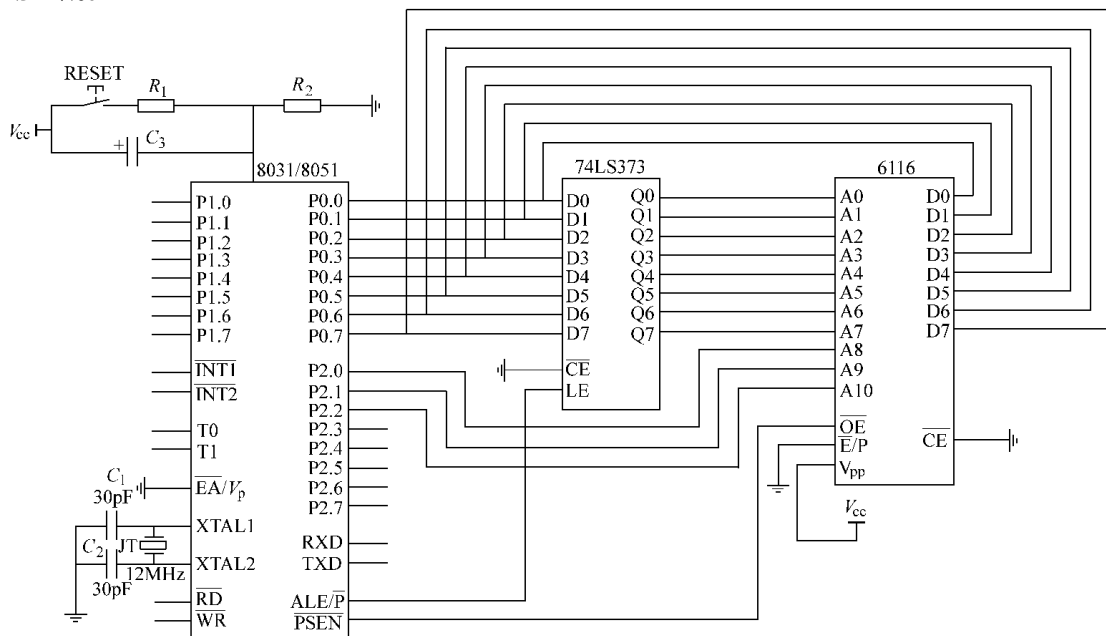
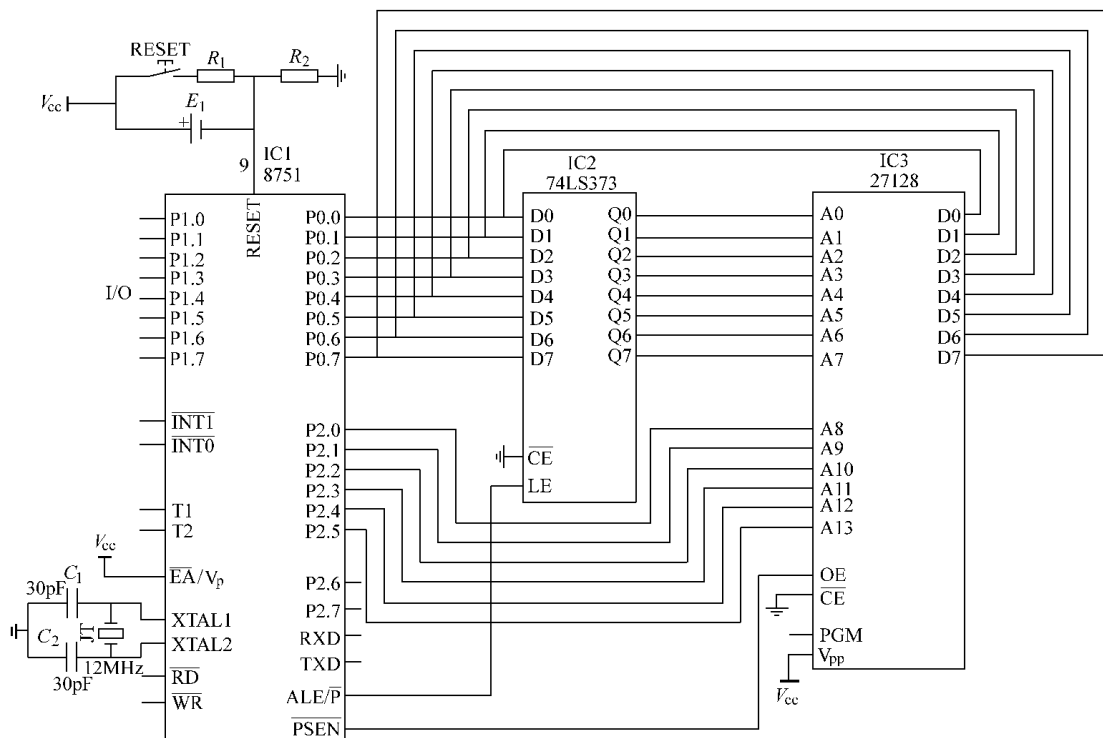

图 4-2 8031/8051 最小应用系统
图 4-4 应用一片 27128EPROM 的扩展电路
(1) 8031/8051 的最小应用系统。8051 内部有 4K 的掩膜 ROM, 对用户来说一般无法使用, 所以和 8031 一样, 也必须外扩 EPROM, 扩展电路如图 4-2 所示。
若把图 4-2 中的 2716 更换为 2732、2764、27128 或 27256 等容量更大的 EPROM, 就可以使扩展的片外程序存储器的容量将依次达到 4KB、8KB、16KB、32KB。图 4-4 是 8751 利用 27128 扩展 16KB 程序存储器的原理图。
对于图 4-4 所示的扩展电路, 片外程序存储器 16K 字节单元的地址空间为: 0000H ~ 3FFFH。因为 $\overline{EA}$ 接 +5V, 故片外程序存储器中 4K 字节单元 0000H ~ 0FFFH 和片内程序存储器 4KB 字节单元重复, 故这一段存储器空间将作废。